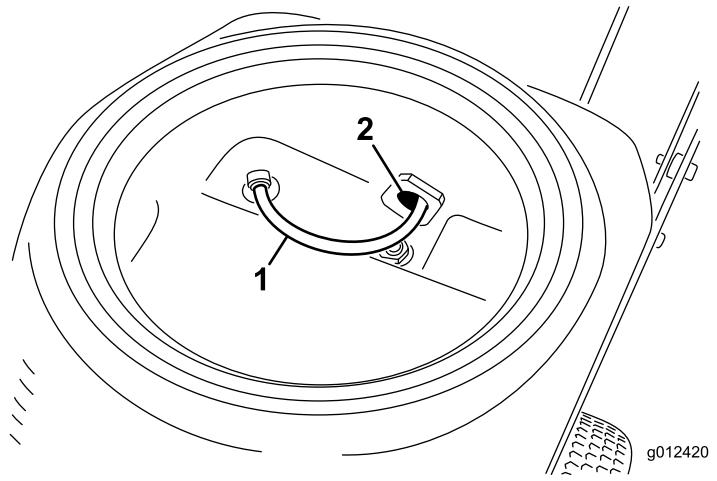

図 32
- ペイント・タンクの中の攪拌ラインを図 32 のようにドレン・バルブに差し込む。